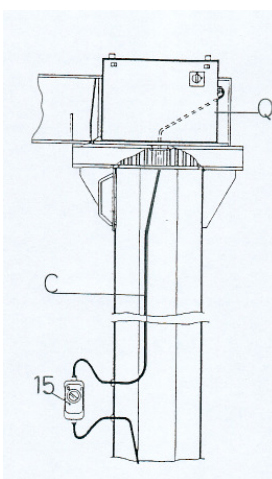

fig.45
1. Collegare direttamente il cavo **C** di linea alla morsettiera del quadro elettrico di comando **Q** facendolo passare dal foro praticato sulla piastra girevole solidale con il braccio. (fig.45)